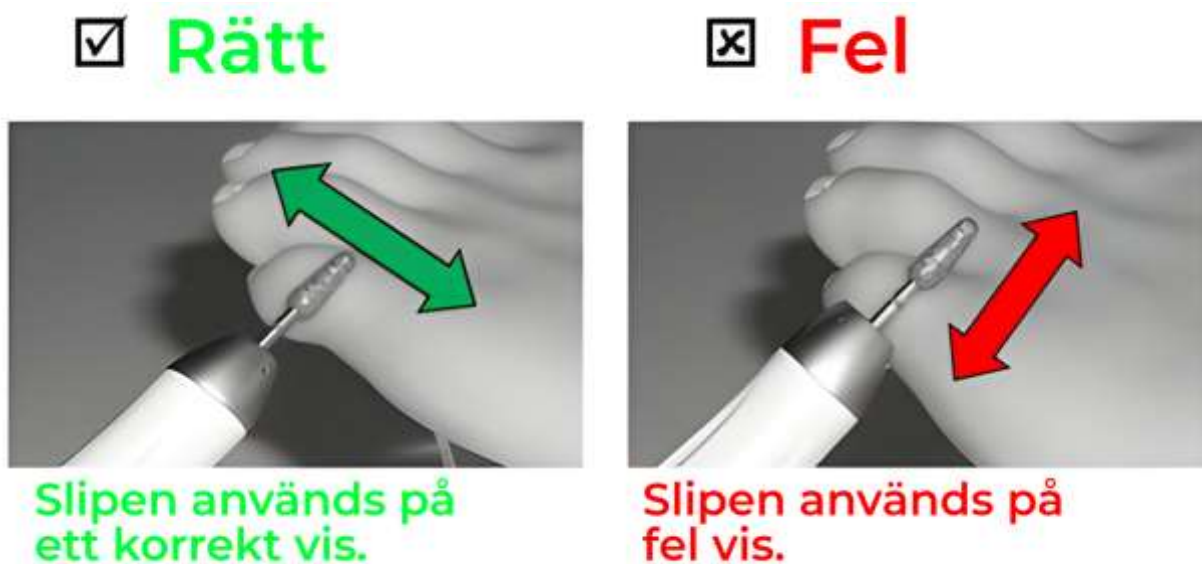

Fig. 1: Arbeta med det roterande instrumentet
- Gör inga rörelser uppåt eller nedåt med det roterande instrumentet (se bild 1).